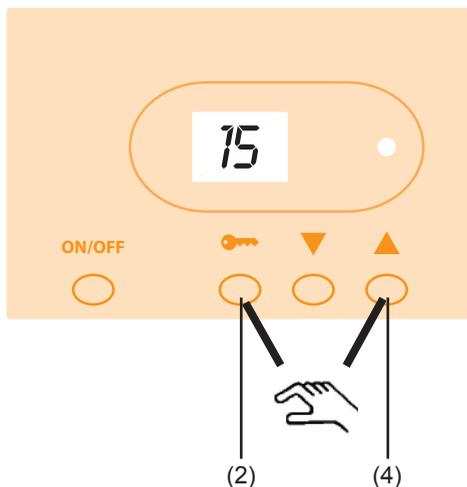

Рис. 6
Нажмите кнопки (2) и (4) одновременно (рис. 6).